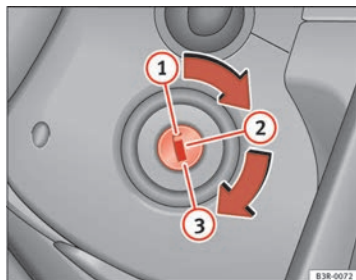

Abb. 148 Stellungen des Zündschlüssels
- Drehen Sie den Zündschlüssel in Position  ⇒ Seite 182, Abb. 148.